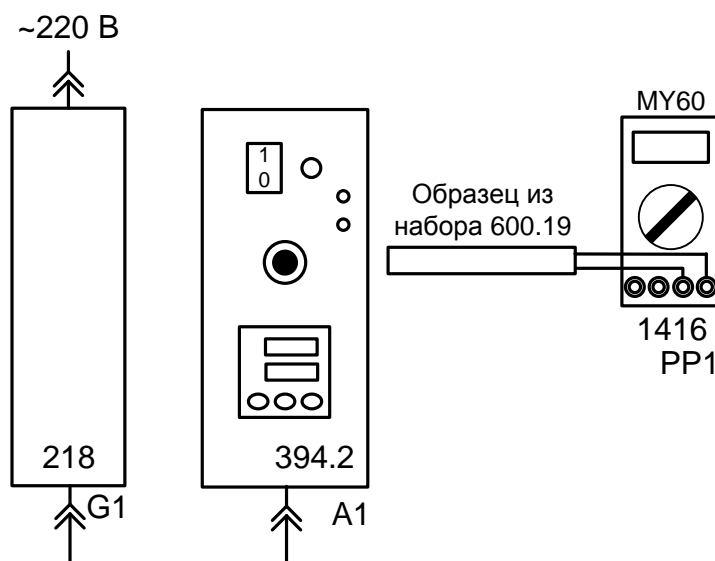

Рис. 2.1.2. Схема для определения температурного коэффициента сопротивления.
Схема электрических соединений для определения температурных коэффициентов сопротивления показана на рис. 2.1.2.
- Проверьте схему электропитания блоков электронагревателя (394.2) и источника питания G1 (218). Убедитесь, что выключатели «СЕТЬ» этих блоков отключены.
- Соедините блоки в соответствии со схемой электрических соединений рис. 2.1.2.